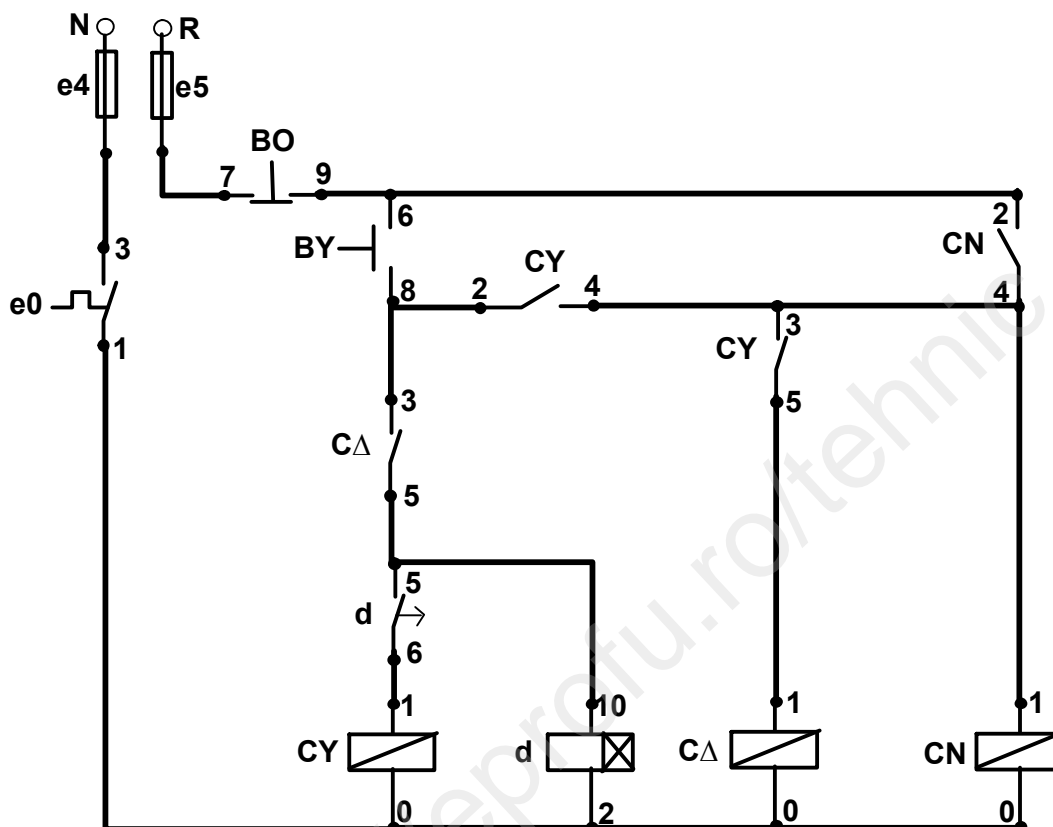

Fig.1 Schema electrică de comandă
I. Identifică elementele din schema electrică de comandă la aparatele de pe panoplia de lucru, și execută legăturile electrice dintre elemente conform schemei din **fig.1**.
Notează pe traseele schemei electrice din **fig.1**, cu cifre, ordinea cronologică în care vei executa conexiunile.